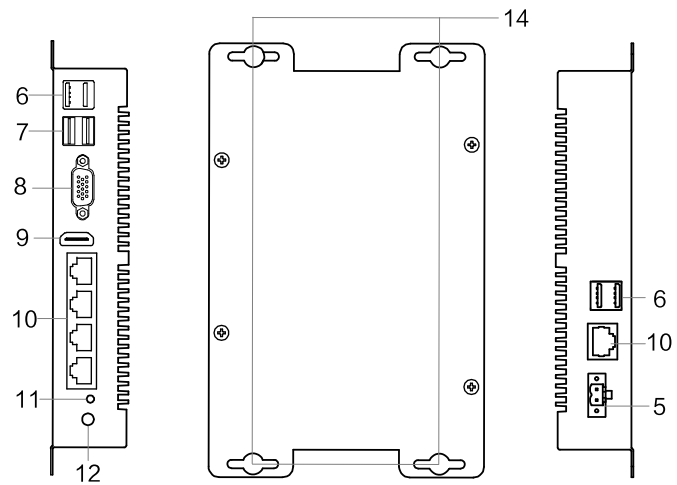

图2-3 Mini 型设备外观
- Mini 型设备：不含 I/O、串口和 4 路光源，外观如图 2-3 所示。